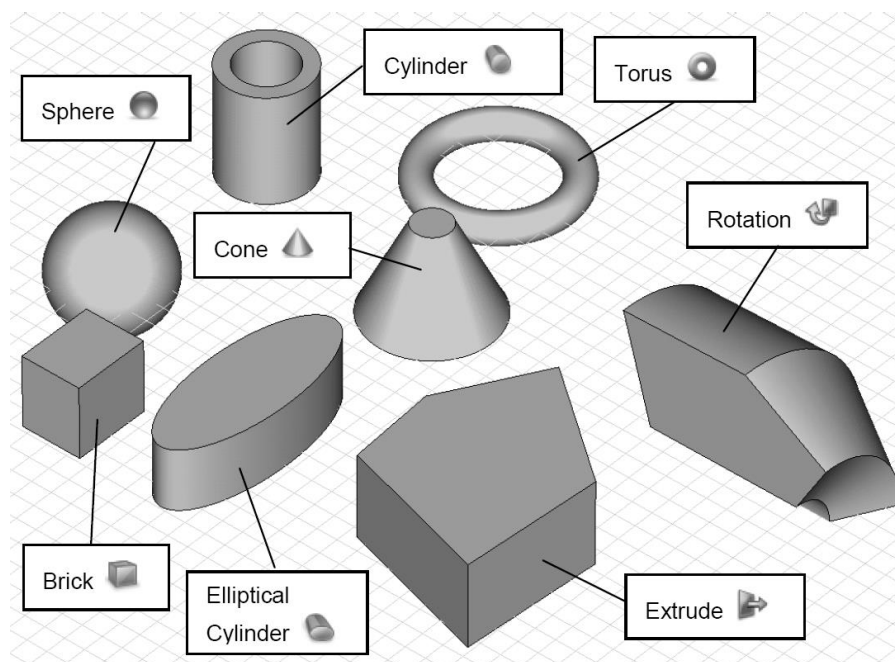

Рисунок 10. Элементы стандартной формы
2. Получить составную модель из комбинации элементов стандартной формы, представленных на рис. 10.